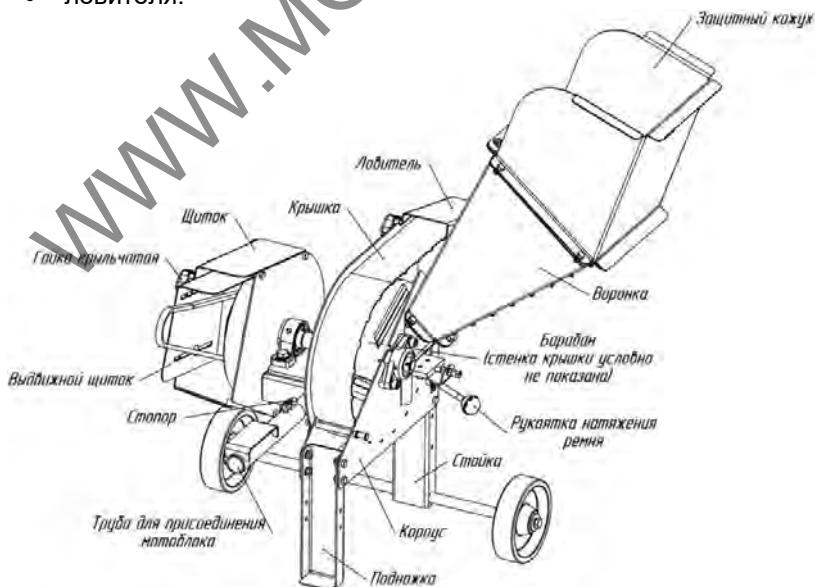

Рис.1 Измельчитель. Общий вид.
Измельчитель (рис.1) – это навесное оборудование для мотоблока, предназначен для измельчения веток методом рубки вращающимся барабаном с тремя ножами.
13. Установите выдвижной щиток до полной защиты ремня, зафиксируйте его двумя крыльчатыми гайками рис.1.